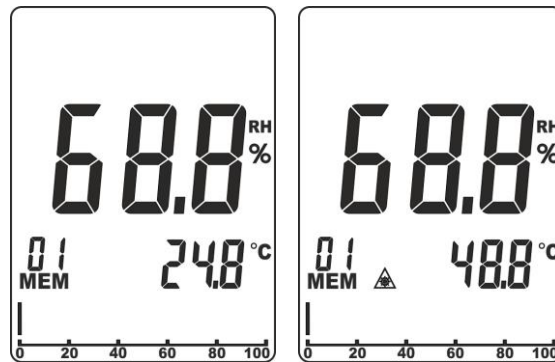

Abb. 10: Infrarot-Temperaturmessung (IRT)
3. Die Lufttemperatur erscheint im sekundären Display (siehe Abb. 10 – linke Seite).
4. Drücken Sie die Taste **IRT/▲** zur Aktivierung der IRT Messung. Der Laserpointer aktiviert sich kurz und das Symbol “▲” erscheint im Display, bis die Messung beendet ist. Der Wert der IRT Temperatur erscheint im sekundären Display für ca. 15s (siehe Abb. 10 – rechte Seite). Danach kehrt das Gerät automatisch zurück zur Messung der Lufttemperatur.